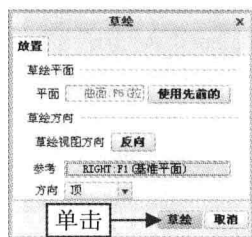

图 5-44 “草绘”对话框
Step 03 弹出“混合”选项卡，单击“截面”按钮，弹出“截面”下滑面板，单击“定义”按钮，弹出“草绘”对话框，如图 5-44 所示，选择模型的顶面作为草绘平面，接受默认的草绘视图方向和参考，单击“草绘”按钮，进入草绘环境。